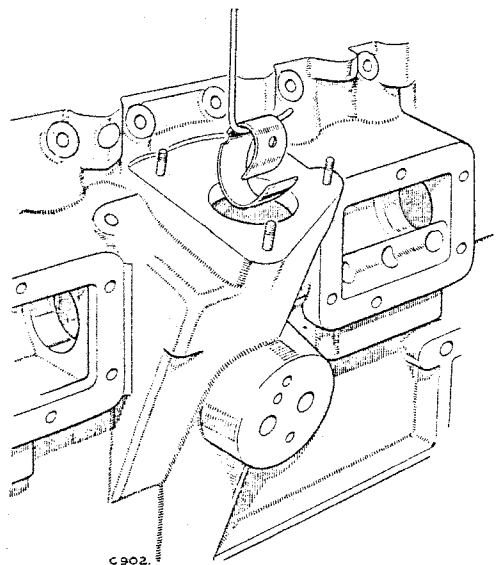

Fig. A-308—Desmontaje del cojinete interior del árbol de levas.
3. El cojinete delantero intermedio se saca punzonándolo en la cámara de transmisión de la bomba de inyección del combustible, utilizando la misma herramienta, pero se tendrá que desmontar antes de sacarlo del orificio de transmisión, según ilustrado en Fig. A-308.